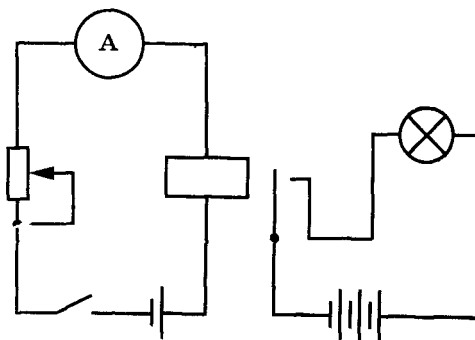

Рис. 56
3. Во вторичную цепь реле включите потребитель — лампочку (рис. 56) и переключением рычаж-